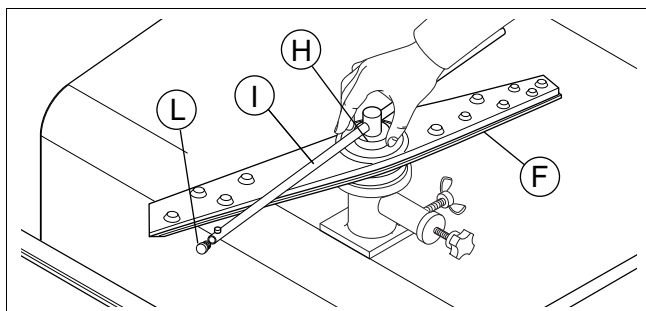

Figura 26 Brazos de lavado giratorios y brazos de aclarado
- Sacar los brazos superiores e inferiores de lavado "F" y de aclarado "I", desenroscando la rosca "H" (Figura 26).
- Desenrosque los tapones "L" (Figura 26) de los surtidores de aclarado.